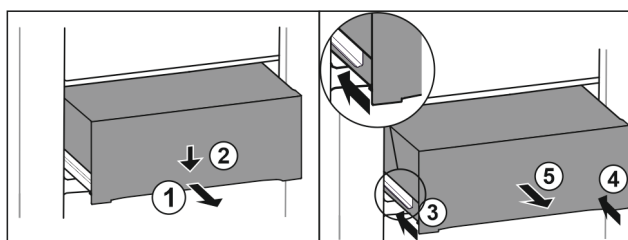

Fig. 106
- Tirer le tiroir jusqu'à mi-chemin. Fig. 106 (1)
- Appuyer sur l'avant du tiroir vers le bas. Fig. 106 (2)
- Insérer le rail gauche d'env. 2 cm. Fig. 106 (3)
- Insérer le rail droit d'env. 2 cm. Fig. 106 (4)
- Retirer le tiroir par l'avant. Fig. 106 (5)